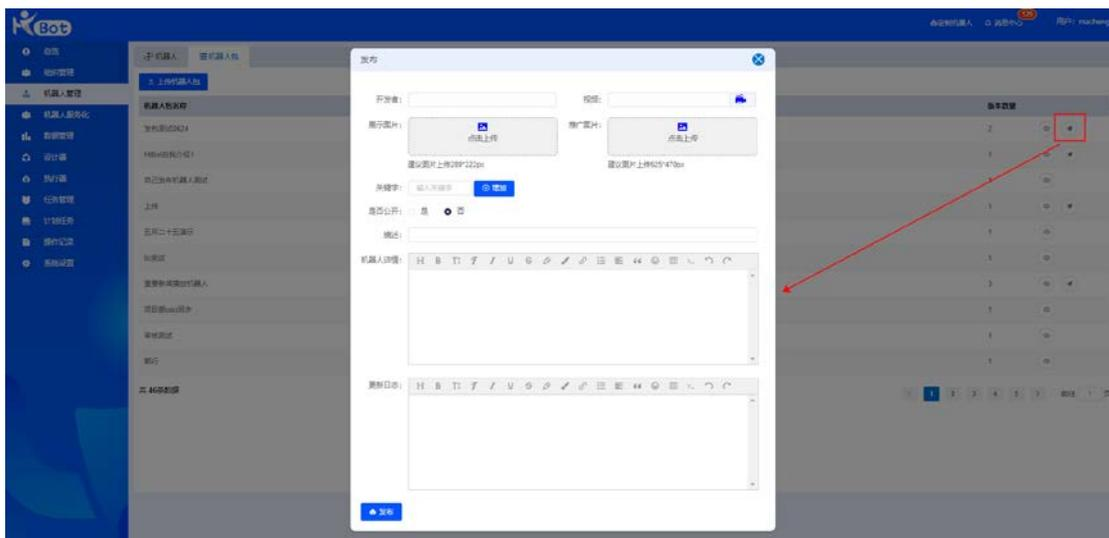

图 29
- 发布机器人包：将机器人包发布至共享中心平台。点击发布按钮后，填写将要发布的机器人包的信息并提交，如图 29. 共享中心平台将收到该机器人包的上传申请，申请通过后，该机器人包成功